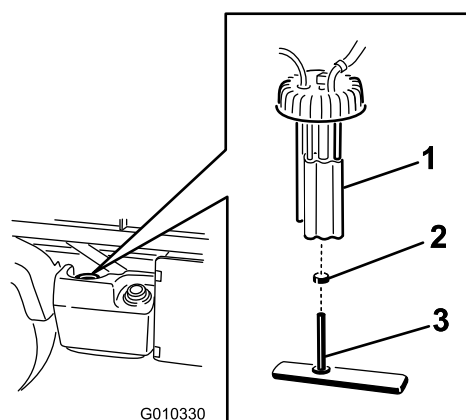

Bild 44
2. Ziehen Sie die Kabelbaumstecker von der Kraftstoffpumpe ab (Bild 44).
3. Lösen Sie die Schlauchklemmen und schließen Sie die Kraftstoffleitung vom Kraftstoffpumpendeckel ab (Bild 44).
4. Drehen Sie den Kraftstoffpumpendeckel oben am Kraftstofftank heraus (Bild 44).
5. Entfernen Sie die Kraftstoffpumpe und den Kraftstofffilter vom Tank (Bild 44).
6. Entfernen Sie die Klemme, mit der die Kraftstofffilterleitung am Kraftstoffpumpenanschluss befestigt ist. Schließen Sie den Schlauch vom Anschlussstück ab (Bild 44).